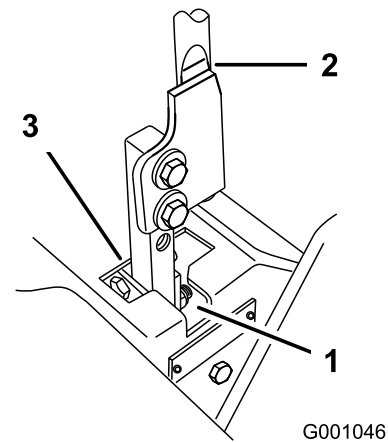

Figura 63
5. Mueva la palanca a la posición de punto muerto, pero no bloqueada (Figura 63).
6. Tire hacia atrás de la palanca hasta que el pasador (en el brazo debajo del eje pivotante) entre en contacto con el extremo de la ranura (empezando justo a tensar el muelle) (Figura 63).
7. Compruebe la posición de la palanca de control con relación a la muesca de la consola (Figura 63). Debe estar centrada para que la palanca pueda girar hacia fuera a la posición de bloqueo/punto muerto.